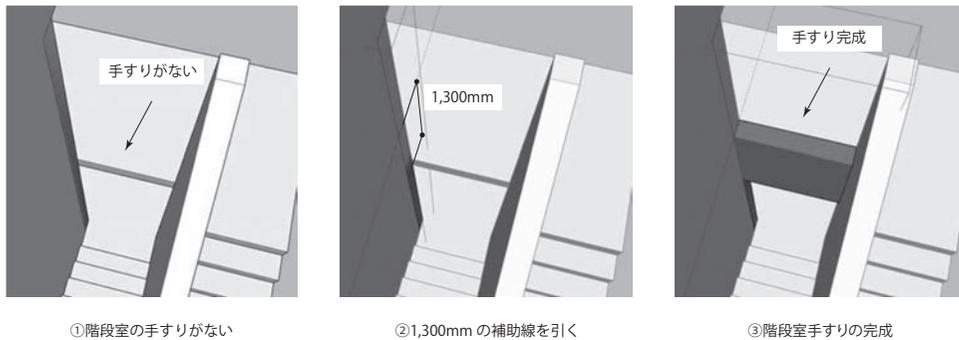

図22 階段室の手すり作成
011 東壁面、012 階段壁、041 北壁面を表示すると、図22-①に示す部分に手すりがないことがわかる。この手すりは、北立面図では手前のベランダ手すりに隠れて表
- 4) 高さ1,100 mm の手すりを作成するため、メジャーツールにより廊下床の厚み200 mm を加えた1,300 mm の補助線を引く (図22-②)
- 6) 直線間の面をプッシュプルツールで1,200 mm 階段壁方向に伸長 (図22-③)。この操作により、北壁面と同じ面に階段室の手すりが作成される